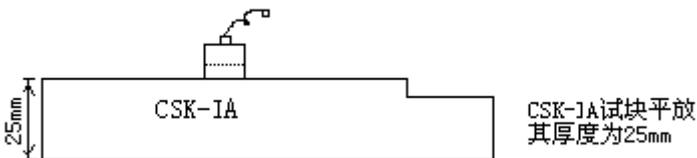

图 4-1
**准备：**首先将需使用的探头与仪器连接，平放 CSK-IA 将探头放置在试块上，如图 4-1 所示
① 按 **参数** 键或右旋转钮到 **参数** 栏单击旋钮 进入参数列表，此时按照所选探头的相关参数依次输入。例：按  键或左右转动旋钮将光标移到 **探头频率** 栏按 **确认** 键或单击旋钮进入数字输入状态，使用  键或左右转动旋钮将数字输入，再按 **确认** 或单击旋钮。依照上述步骤，将其它数据依次输入。参数输入完毕后按 **参数** 或右旋转钮移动光标到 **退出** 栏按确认键或单击旋钮退出参数列表
② 按 **自动调校** 热键或右旋转到 **自动调校** 栏后单击旋钮，进入自动校准功能，此时，回波显示区的右上角显示“自动校准”的字样。并且依次滚动出下面的相关校准参数：